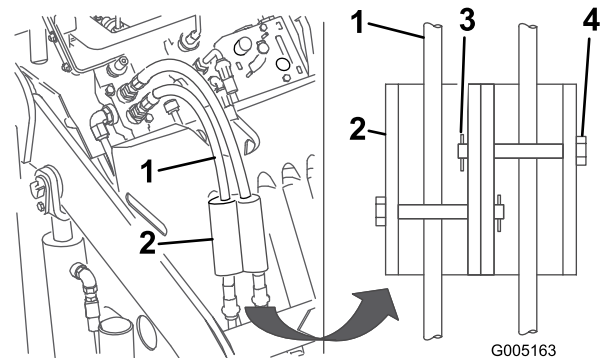

Figura 21
7. Instale los bloqueos de cilindro sobre las mangueras hidráulicas y fíjelos con los pasadores y chavetas (Figura 21).